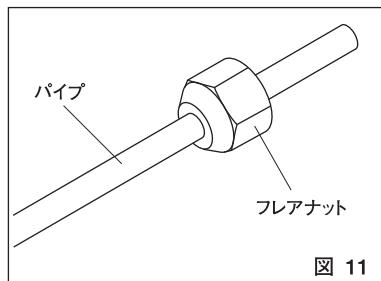

図 11
(1) パイプクランプ
- ① パイプと同じサイズのフレアナットをパイプに通してください。(図11)